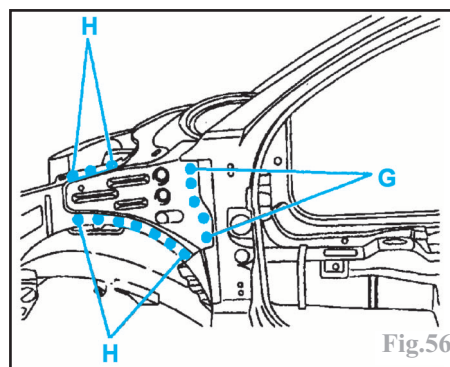

Fig.56
- par points bouchons au MIG (suivant G) et meuler (Fig.56),